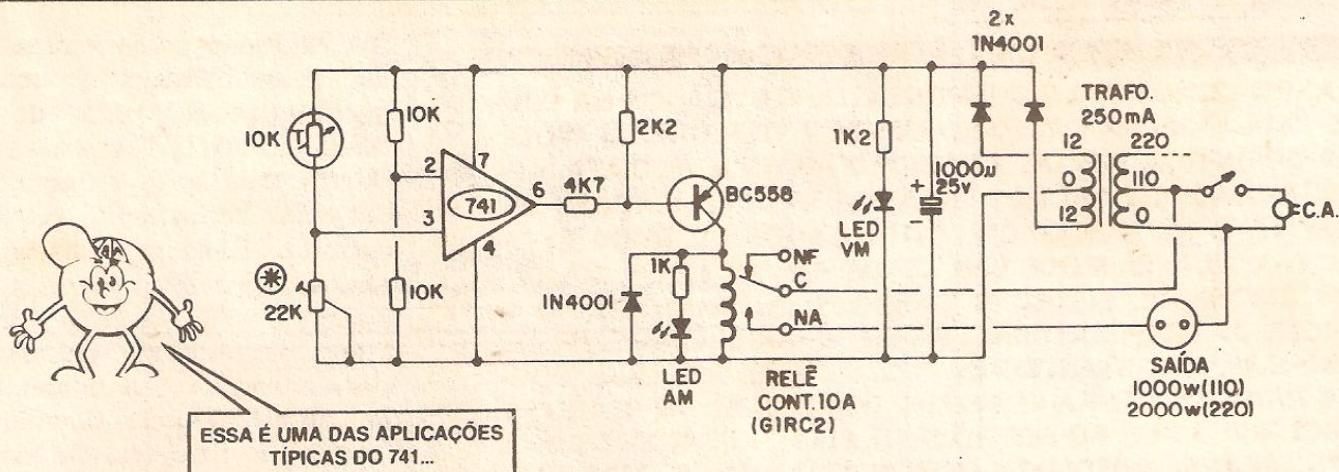

Fig. 1
**FIG. 1 - O "ESQUEMA" DO CIRCUITO** - É inevitável que com o natural avanço do nosso "Curso", inclusive as Montagens Práticas (que refletem a complexidade da parte Teórica...) tenham um incremento nas suas organizações circuitais, cada vez com mais componentes, peças mais "especializadas", e realizando funções mais e mais "complicadas" (isso não quer dizer que, de quando em quando, mesmo daqui pra frente, não surjam na Seção de Prática projetos ainda simples